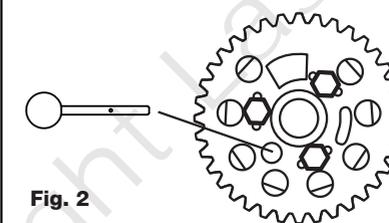

Fig. 2
**Nota: NON utilizzare il componente C per tenere l'albero a camme in opposizione alla coppia richiesta per allentare o serrare i bulloni della puleggia dell'albero a camme. Vedere Fig. 2.**